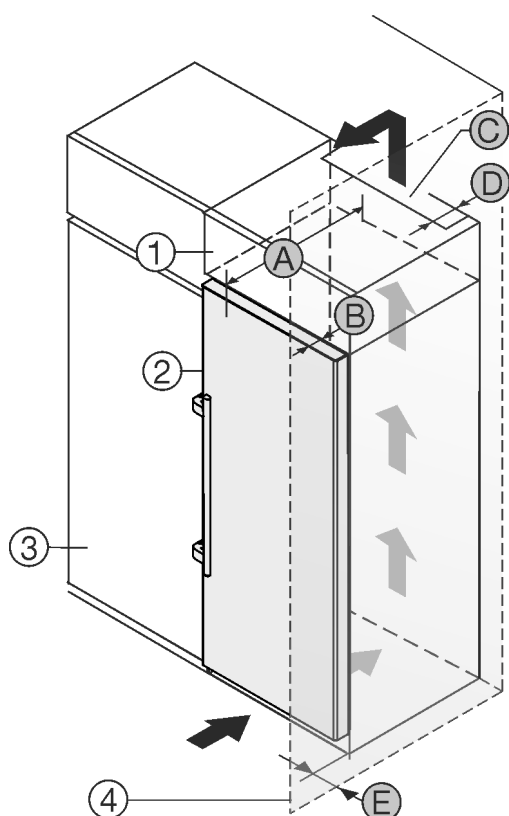

Fig. 1
- (1) 附加柜
- (2) 冰箱
- (3) 餐具柜
- (4) 墙壁
- (A) 冰箱深度
- (B) 门深度
- (C) 通风横截面
- (D) 冰箱背面间距
- (E) 到冰箱侧面的间距
您可以将冰箱直接放置在餐具柜 Fig. 1 (3) 旁边。
在附加柜背面必须有一个竖风道，其深度 Fig. 1 (D) 应超过整个附加柜宽度。
盖板下必须保有通风横截面 Fig. 1 (C)。
如果将带铰链的冰箱放置在墙壁 Fig. 1 (4) 边，冰箱和墙壁必须至少相距 57 mm。这取决于冰箱门打开时把手与墙壁的距离。
为了能完全打开门，冰箱必须凸出橱柜正面一定门深度 Fig. 1 (B)。根据餐具柜 Fig. 1 (3) 的深度，使用壁距调整垫片可以使冰箱更为凸出。